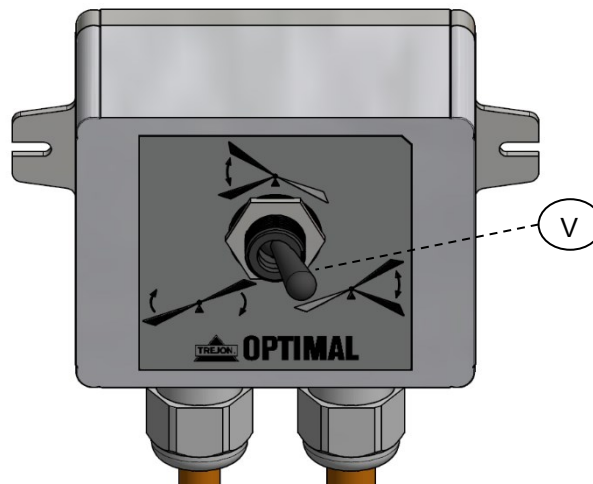

Abb. 30
Der VPX-Pflug wird mit einer Kontrollbox (**Art.-Nr. 330008**) geliefert. Der Kippschalter (V) der Kontrollbox – siehe Abb. 30 – kann in drei verschiedene Positionen gestellt werden: rechts, links oder Mitte.